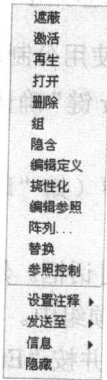

图 1-24 快捷菜单
在模具设计过程中，有时为了便于操作需要将分型曲面、模具体积块、模具元件等遮蔽，使其不显示在图形窗口中。此时用户可以直接在模型树中用鼠标右键单击需要遮蔽的元件或特征，并在弹出的图 1-24 所示的快捷菜单中单击“遮蔽”命令，即可将其遮蔽。
**注意：**用户还可以单击图 1-24 所示的快捷菜单中的“隐藏”命令，将选中的元件或特征隐藏。